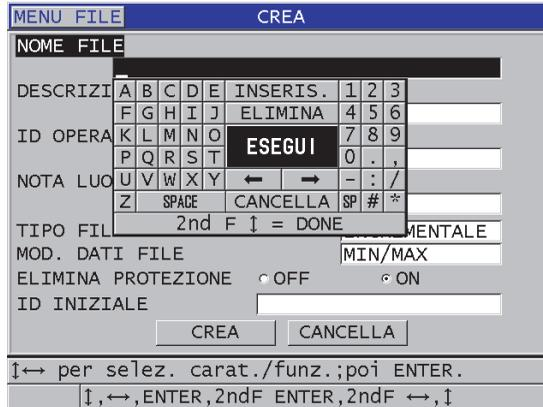

Figura 11-4 La schermata **CREA** per il tipo di file di dati incrementale
2. Nella schermata **CREA** (vedere Figura 11-4 a pagina 191):